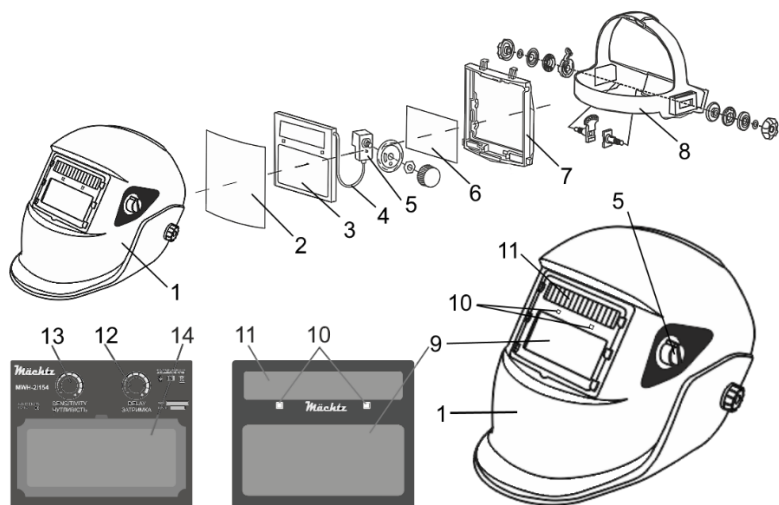
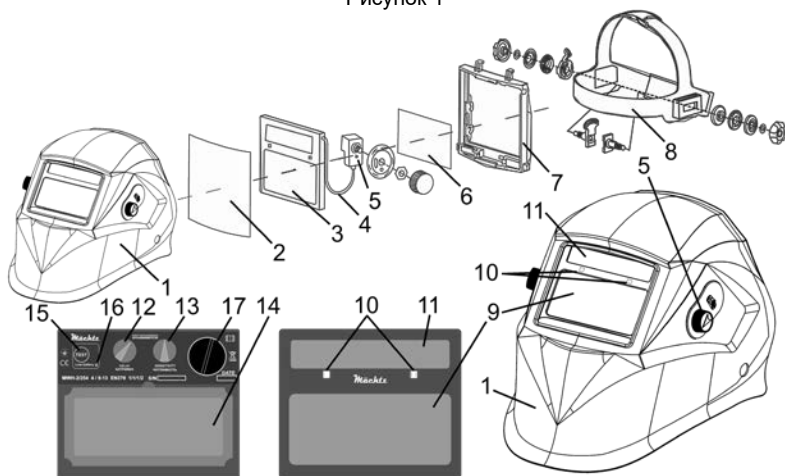

Рисунок 1
Рисунок 2
Для заміни елементів живлення у моделі **MWH-2/254** передбачений швидкий доступ у вигляді кришки батарейного відсіку (17, рисунок 2). Зніміть кришку, шляхом обертання її у напрямку, протилежному руху годинникової стрілки та замініть літєві батареї. У моделі **MWH-2/154**, щоб отримати доступ до елементів живлення, необхідно зняти фіксувальну рамку картриджа світлофільтра (7, рисунок 1). По центру верхньої частини картриджа знаходиться висувний слот, який утримує літєву батарею. Витягніть слот і замініть елемент живлення.
4.1 Перед початком зварювання для перевірки працездатності світлофільтра натисніть і утримуйте кнопку самодіагностики «TEST» (15, рисунок 2) на світлофільтрі моделі **MWH-2/254**. Якщо все працює справно та задані оптимальні налаштування, світлофільтр перейде в стан затемнення, а при відпусканні кнопки – автоматично повернеться у початковий стан (відбудеться просвітлення фільтра).